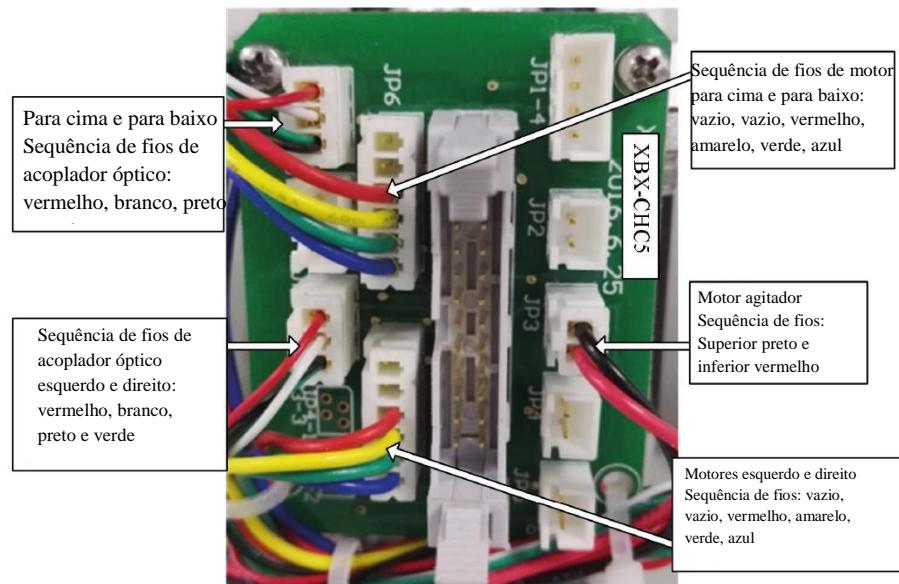

Figura 5-12 Adaptador de braço agitador
- 6 Conecte o cabo do acoplador óptico, o local de interface é mostrado na Figura 5-12 Adaptador de braço de limpeza.